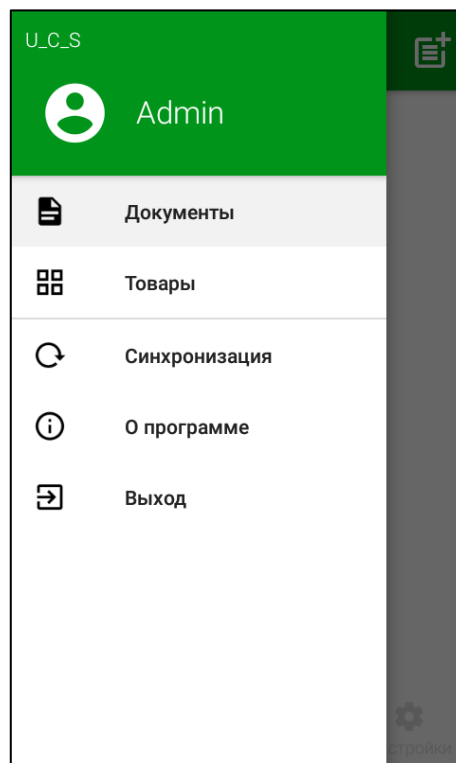

Рис. 29
**Внимание!** Если пользователю не будет дано право «Разрешить работу с настройками FoodFactory», то кнопка открытия настроек не будет отображаться в главном меню (см. Рис. 29).